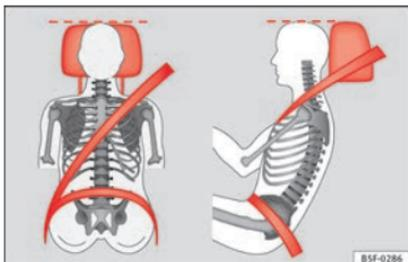

Fig. 57 Apoyacabezas ajustado correctamente visto de frente y lateralmente.
- Ajuste el apoyacabezas de modo que el borde superior quede, en la medida de lo posible, a la altura de la parte superior de la cabeza, como mínimo a la altura de los ojos »» **fig. 57**.